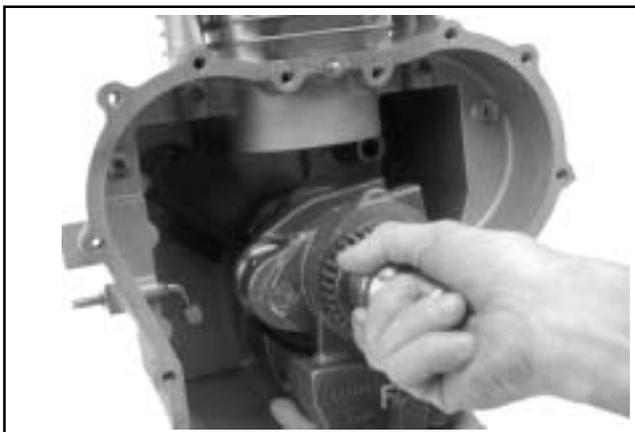

Figura 8-48. Rimozione di albero motore e gruppo contrappeso.
1. Sollevare con cautela l'albero motore ed il gruppo contrappeso dal carter. Vedere Figura 8-48.